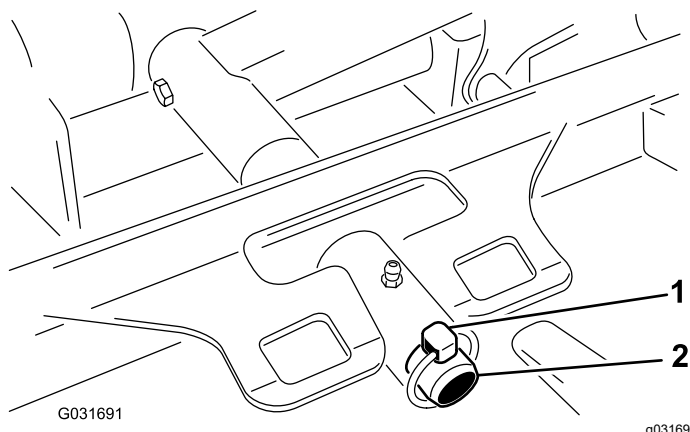

Figure 72
3. Retirez la goupille à anneau qui fixe le bâti porteur du plateau de coupe à l'axe de pivot du bras de levage (Figure 72).
3. Poussez le bâti porteur du plateau de coupe sur la tige de pivot et fixez-le avec la goupille à anneau (Figure 72).